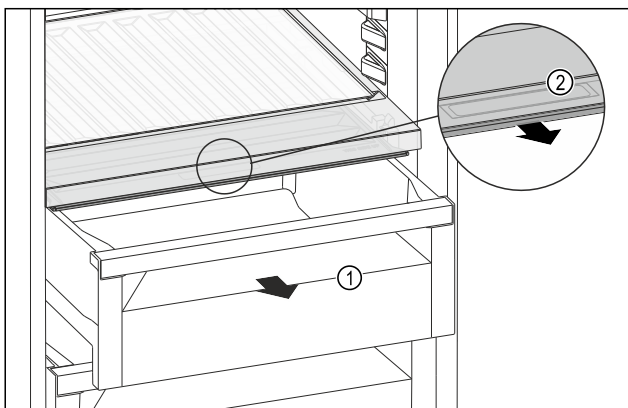

Fig. 262
- Vedä säilytyslokero Fig. 262 (1) ulos.
- Tartu lokeron kannessa olevaan tartuntakohtaan Fig. 262 (2) ja vedä lokeron kantta samanaikaisesti eteenpäin.